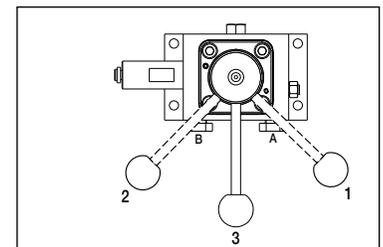

Fig. 8
(Se Fig. 8)
4. Drei på kontrollventilhendelen til posisjonen hold ("3") (se fig. 8 for ventilposisjoner).